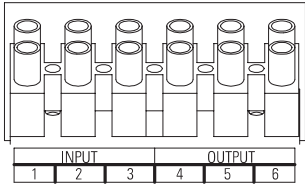

Рисунок 19. Клеммная колодка
- 6. Подсоедините входной кабель и заземление к клеммной колодке в соответствии с рис. 19 и табл. 1.
- 7. Подсоедините выходной кабель и заземление к клеммной колодке в соответствии с рис. 19 и табл. 1.